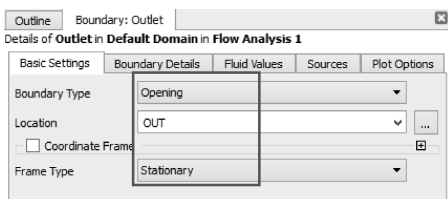

图 11-53 出口基本设置选项
(1) 在任务栏中单击边界条件按钮 ，在弹出的插入边界面板里输入名称为“Outlet”确定，在基本设定中选择边界类型为 Opening，位置选择 OUT，然后指定【Frame Type】为 Stationary，如图 11-53 所示。